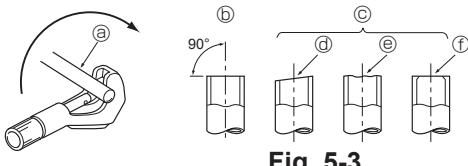

Fig. 5-3
5.2.1. Рязане на тръбата (Fig. 5-3)